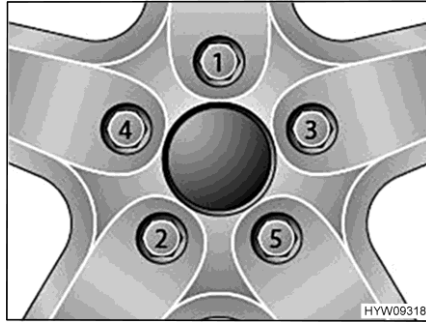

Fig. 156 Serrer en croix les écrous ou les boulons de roue
- Serrer les écrous ou les boulons de roue dans l'ordre indiqué à la Fig. 156. Utiliser pour ce faire une clé dynamométrique et respecter le couple de serrage prescrit (voir paragraphe 13.6.2).
- Vérifier régulièrement le serrage des écrous ou des boulons de roues. Resserrer tous les écrous ou les boulons de roue 50 km après le changement d'une roue. Respecter l'ordre indiqué à la Fig. 156.
- Si des jantes neuves ou repeintes sont utilisées, alors resserrer les écrous ou les boulons de roue une fois de plus après env. 1 000 à 5000 km. Respecter l'ordre indiqué à la Fig. 156.
- ▷ Serrer en croix les écrous ou les boulons de roue (Fig. 156).